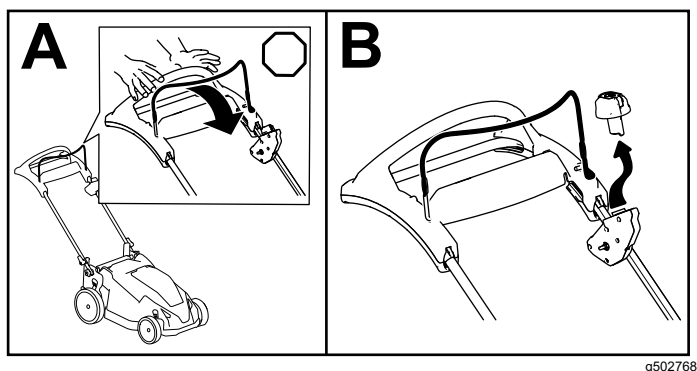

Figura 17
1. Suelte la barra de control (Figura 17, A).
2. Retire el botón de arranque eléctrico del interruptor de arranque eléctrico (Figura 17, B).